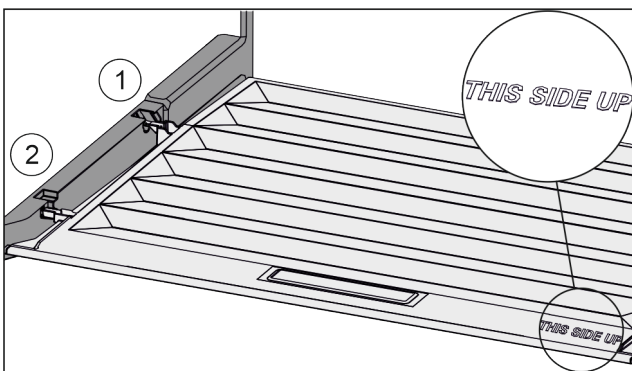

Fig. 95
- ▶ Dekselranden via de opening van de achterste houder Fig. 95 (1) aanbrengen en van voren in de houder Fig. 95 (2) klikken.